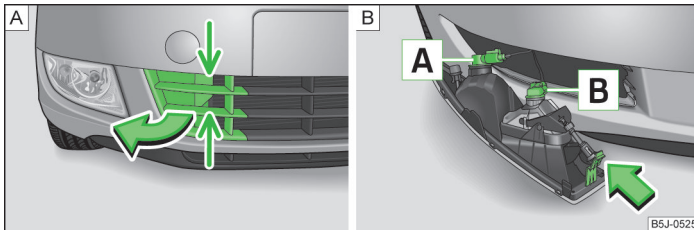

Abb. 160 Vorderer Stoßfänger: Schutzgitter / Ausbau des Nebelscheinwerfers
Glühlampenordnung » Abb. 160.
- Das Schutzgitter an den mit Pfeilen gekennzeichneten Stellen fassen » Abb. 160 - **A** und die Abdeckkappe herausnehmen.
- Die Hand in die Öffnung im Schutzgitter führen und die Rastnase » Abb. 160 - **B** in Pfeilrichtung drücken.